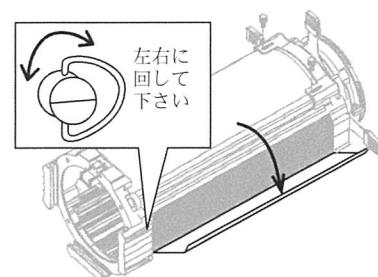

図 12
1. ドアラッチ(掛け金)を回転させてレンズアクセストアを開けて下さい。(図 12)